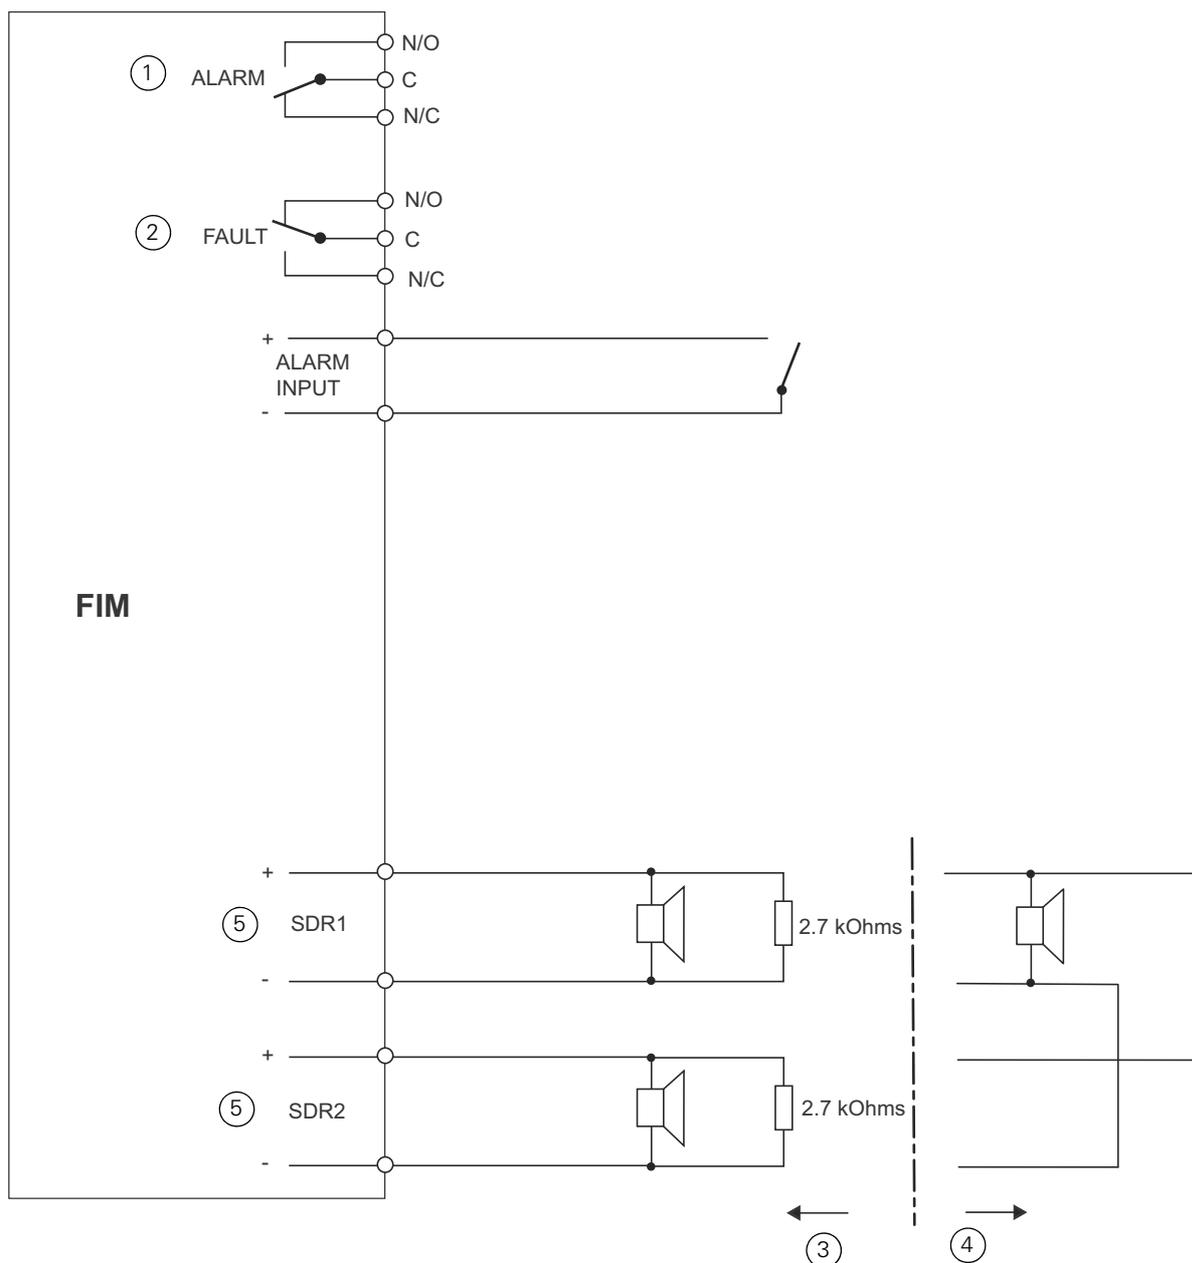

Fig. 17: Ingresso e uscita locali FIM (le etichette corrispondono a quelle presenti sulla scheda FIM)
- 1 Collegare le sirene in modalità loop o ramo come illustrato nella fig. 17.
Per una panoramica generale dei possibili collegamenti vedere la fig. 17 a pagina 28.